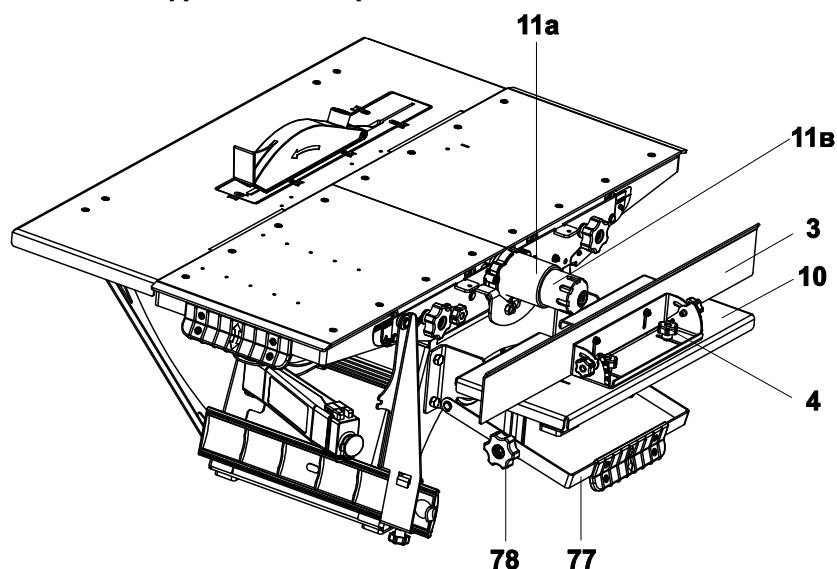

Рис. 17
- Защитный колпак концевой фрезы (в стандартный комплект поставки не входит, комплектуется по дополнительному согласованию с оптовыми заказчиками) имеет подпружиненный защитный колпачок 11в (рис. 17), который перемещается внутрь корпуса 11а при нажатии заготовкой на колпачок в осевом направлении, открывая рабочую часть концевой фрезы.
Отрегулируйте стол 10 (рис. 17) по высоте относительно фрезы 12 (рис. 1). Для этого опустите винты-барашки 78.
Подача обрабатываемого материала по столу 10 (рис. 17) осуществляется вручную. Для параллельного перемещения заготовки используйте линейку 3. Линейка 3 крепится винтами 4 к столу 10 через имеющиеся резьбовые отверстия в столе.